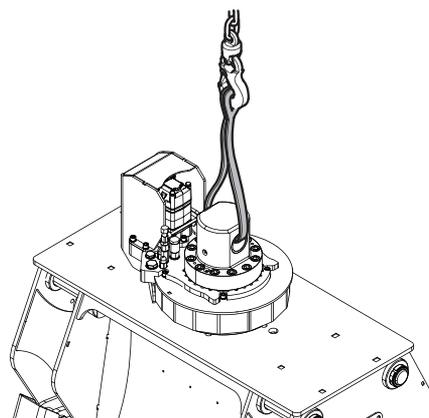

Рис. 3
**Другие подъемные системы:** Крепятся при помощи пальца, установленного в верхнем элементе крепления оборудования, если это предусмотрено (рис. 3).